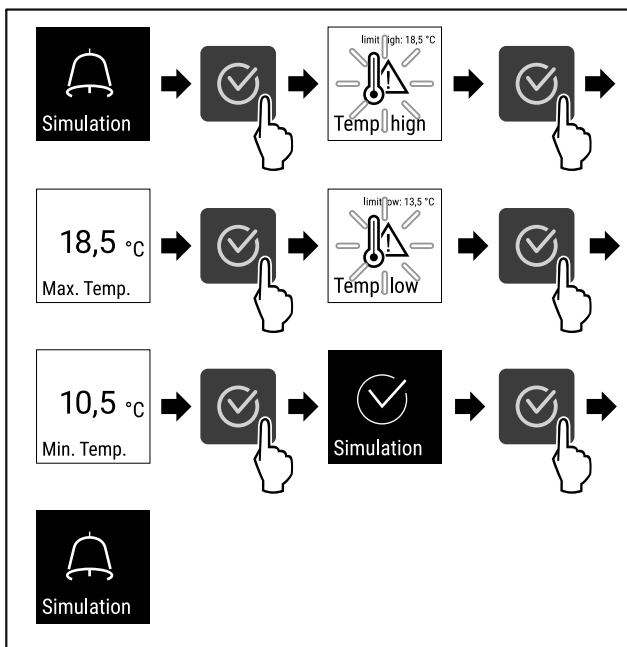

Fig. 108
- ▶ Eseguire i passi (vedere Fig. 108) .